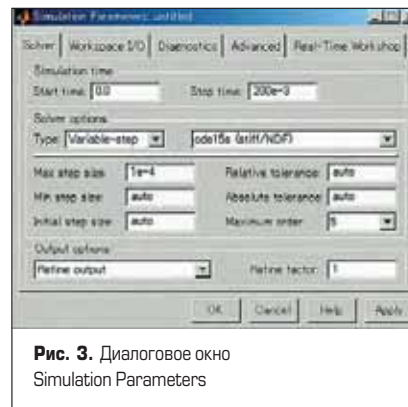

Рис. 3. Диалоговое окно Simulation Parameters
- **Power dissipation of device** (Мощность рассеяния устройства). Синтаксис: W ([DEVICENAME]). Мощность рассеяния вычисляется как $I \cdot V$, но берется ее абсолютная величина, так что направление тока не имеет значения. Параметры моделирования Simulink устанавливаются в диалоговом окне **Simulation Parameters** (рис. 3). Для этого в меню **Simulation** окна Simulink выберем команду **Simulation Parameters**.